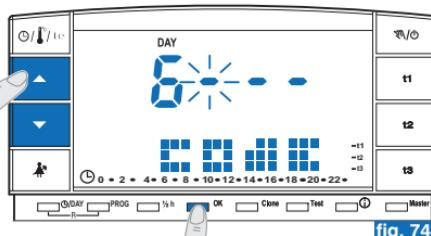
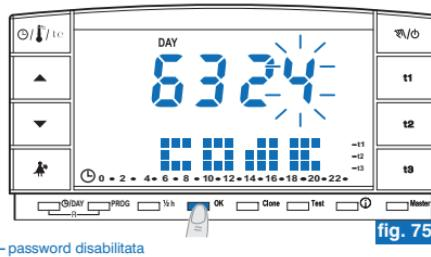

fig. 74
fig. 75
- Impostare il numero desiderato utilizzando i tasti **▲▼**; confermare premendo il tasto **OK** (es. fig. 74). Eseguire la stessa procedura per gli altri tre trattini (es. fig. 75).
- Inserire la password corrente utilizzando i tasti **▲▼**; confermare ogni valore premendo il tasto **OK** (esempio in fig. 75).